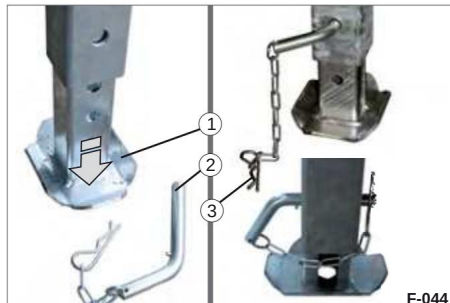

Fig. 63 Justering af nivelleringsfoden
(fig. 63/3) ud af stikkontaktstiften (fig. 63/2).
• Placer nivelleringsfoden (fig. 63/1) på en fast overflade eller
ÿ Juster nivelleringsfoden (fig. 63/1) og fastgør den med stikstiften (fig. 63/2) og fjederproppen (fig. 63/3).